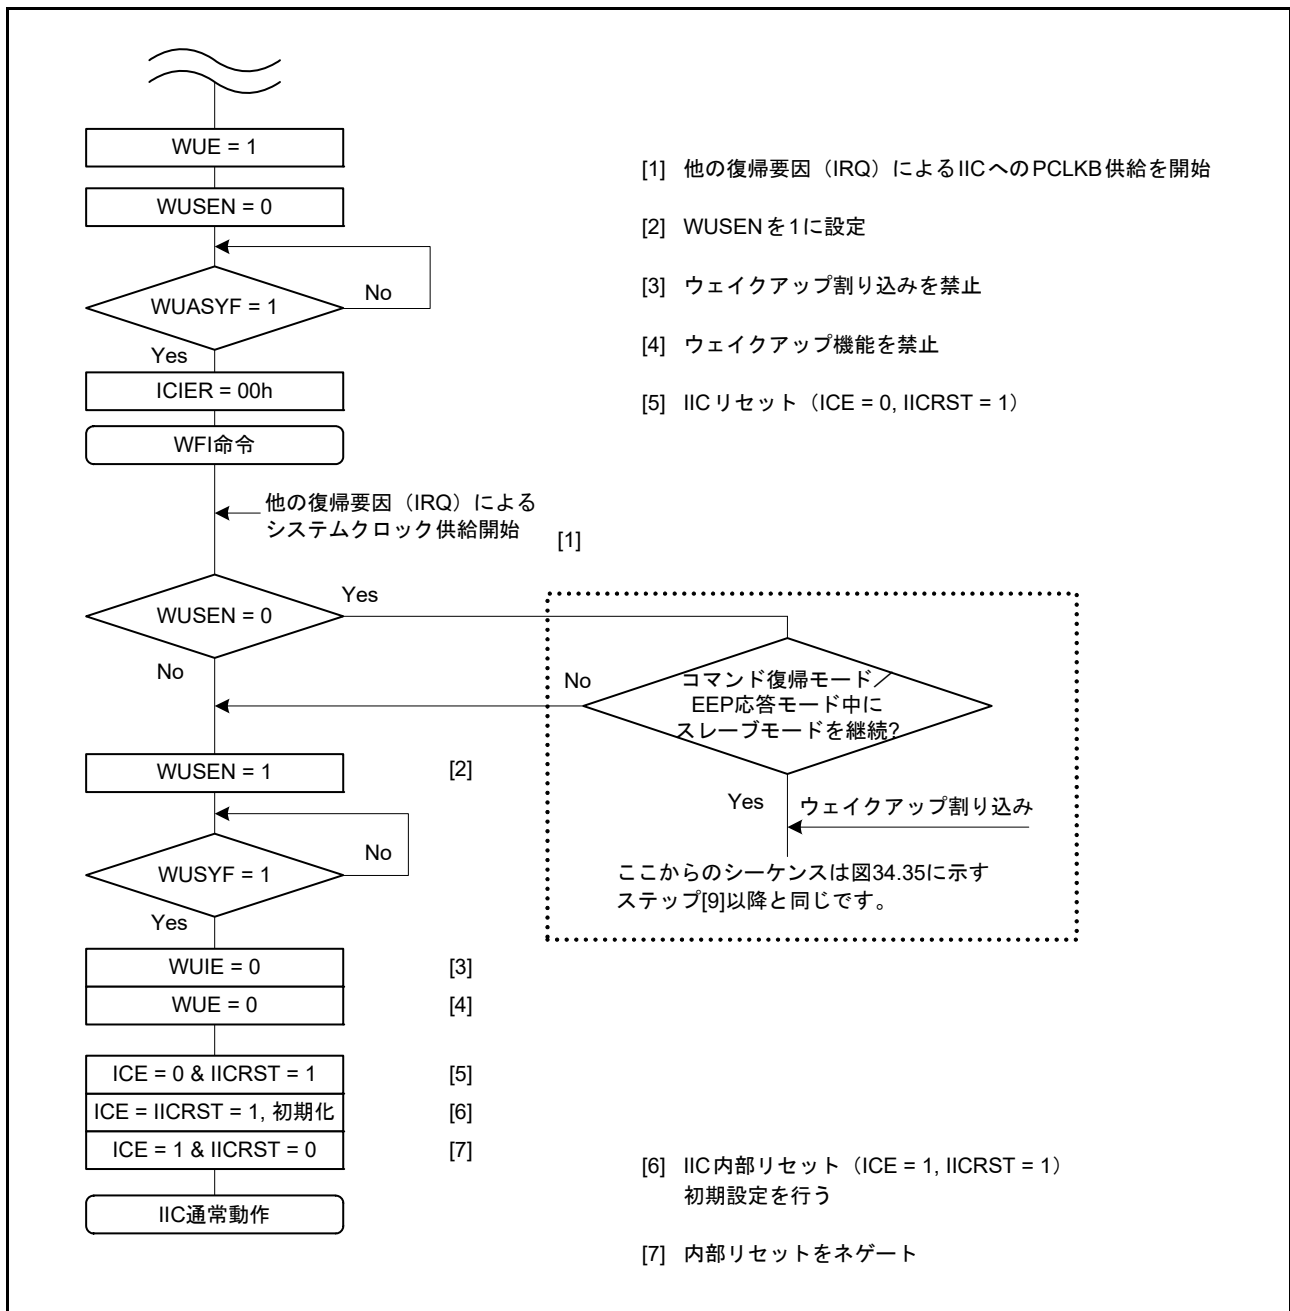

図 34.36 コマンドリカバリモードと EEP 応答モードの動作例 (IIC ウェイクアップ割り込み以外の割り込み (たとえば IRQn) によるウェイクアップの場合)
8. ウェイクアップ割り込み以外の割り込み (IRQn など) で、ソフトウェアスタンバイモードからの遷移がトリガされると、WUF フラグは 1 になりません。図 34.31 および図 34.36 に示す処理に従ってください。
ウェイクアップ割り込み以外の割り込み（IRQnなど）で、ソフトウェアスタンバイモードからの遷移がトリガされると、WUFフラグは1になりません。図 34.36 に示す処理に従ってください。